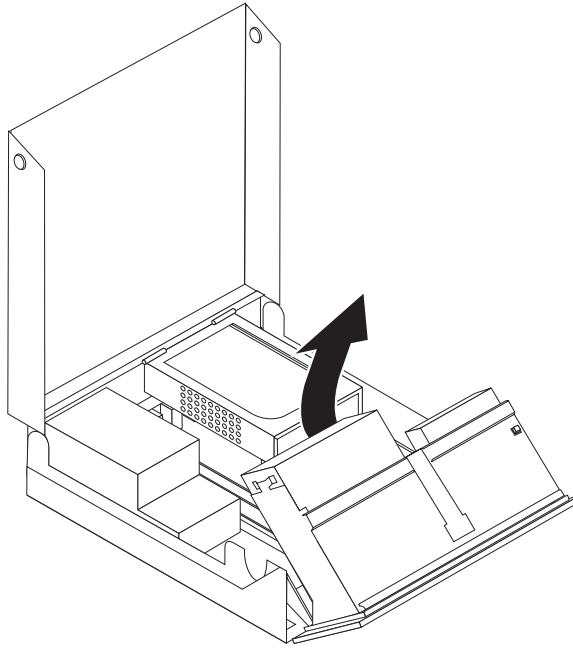

图 25. 操作光盘驱动器
2. 向上旋转驱动器托架组合件以便操作光盘驱动器。请参阅图 25。